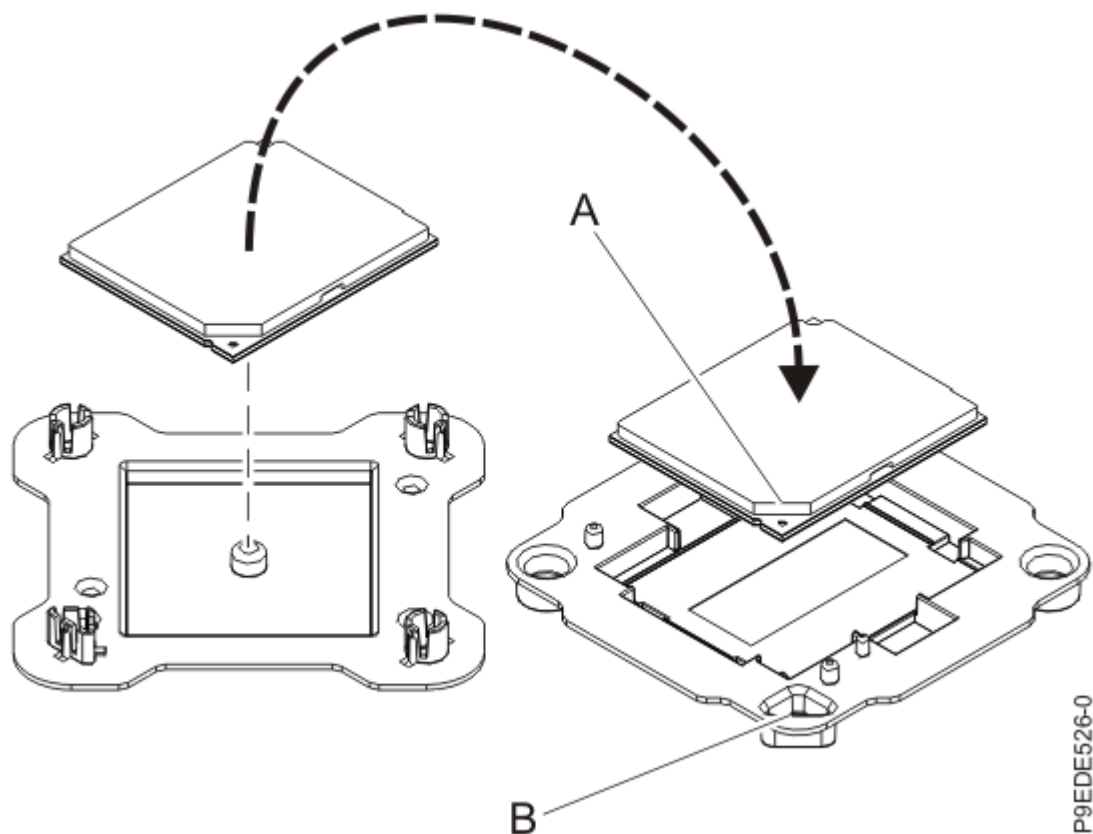

Figura 90. Cómo colocar el módulo del procesador del sistema en el empaquetado
12. Sujete con suavidad por los extremos el módulo del procesador del sistema que ha sustituido y levántelo sacándolo de la cubierta de empaquetado. Alinee la esquina biselada del módulo **(A)** con la esquina del empaquetado con el triángulo **(B)** y colóquela en el empaquetado, como se muestra en la Figura 90 en la página 109. Cierre la cubierta de empaquetado.